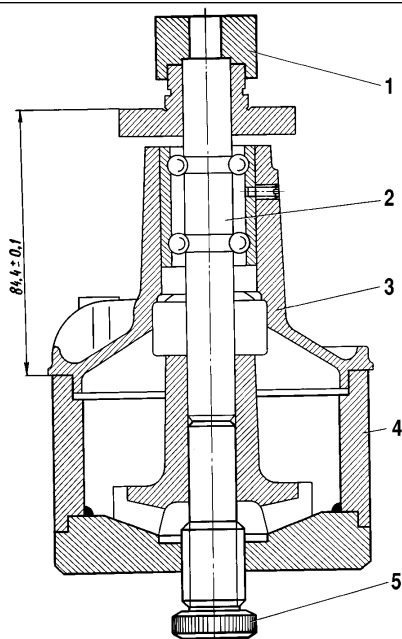

Bild 2-65. Aufpressen des Laufrades mit Vorrichtung A.60430 auf Pumpenwelle :
- Die Nabe von Riemenscheibe mit Hilfe der Vorrichtung A.60430 (Bild 2-65) auf die Welle aufpressen, dabei das Maß $(84,4 \pm 0,3)$ mm einhalten. Ist die Nabe aus Metallkeramik gefertigt, nur eine neue Nabe aufpressen;